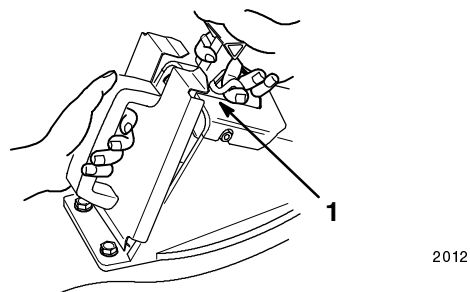

Figure 51
4. Introduisez l'obturateur dans l'éjecteur et montez la partie inférieure en premier (Fig. 51).
5. Soulevez le verrou de la poignée du volet (Fig. 51) et enfoncez complètement le haut de l'obturateur tout en tirant la poignée en arrière.